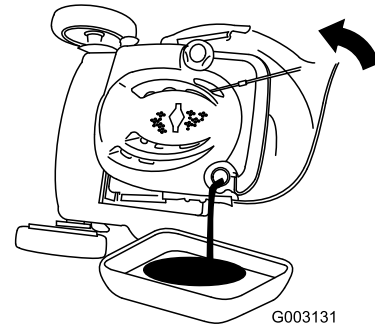

Bild 47
3. Kippen Sie den Rasenmäher seitlich (Luftfilter nach oben), um das Altöl über den Öleinfüllstutzen abzulassen (Bild 47).